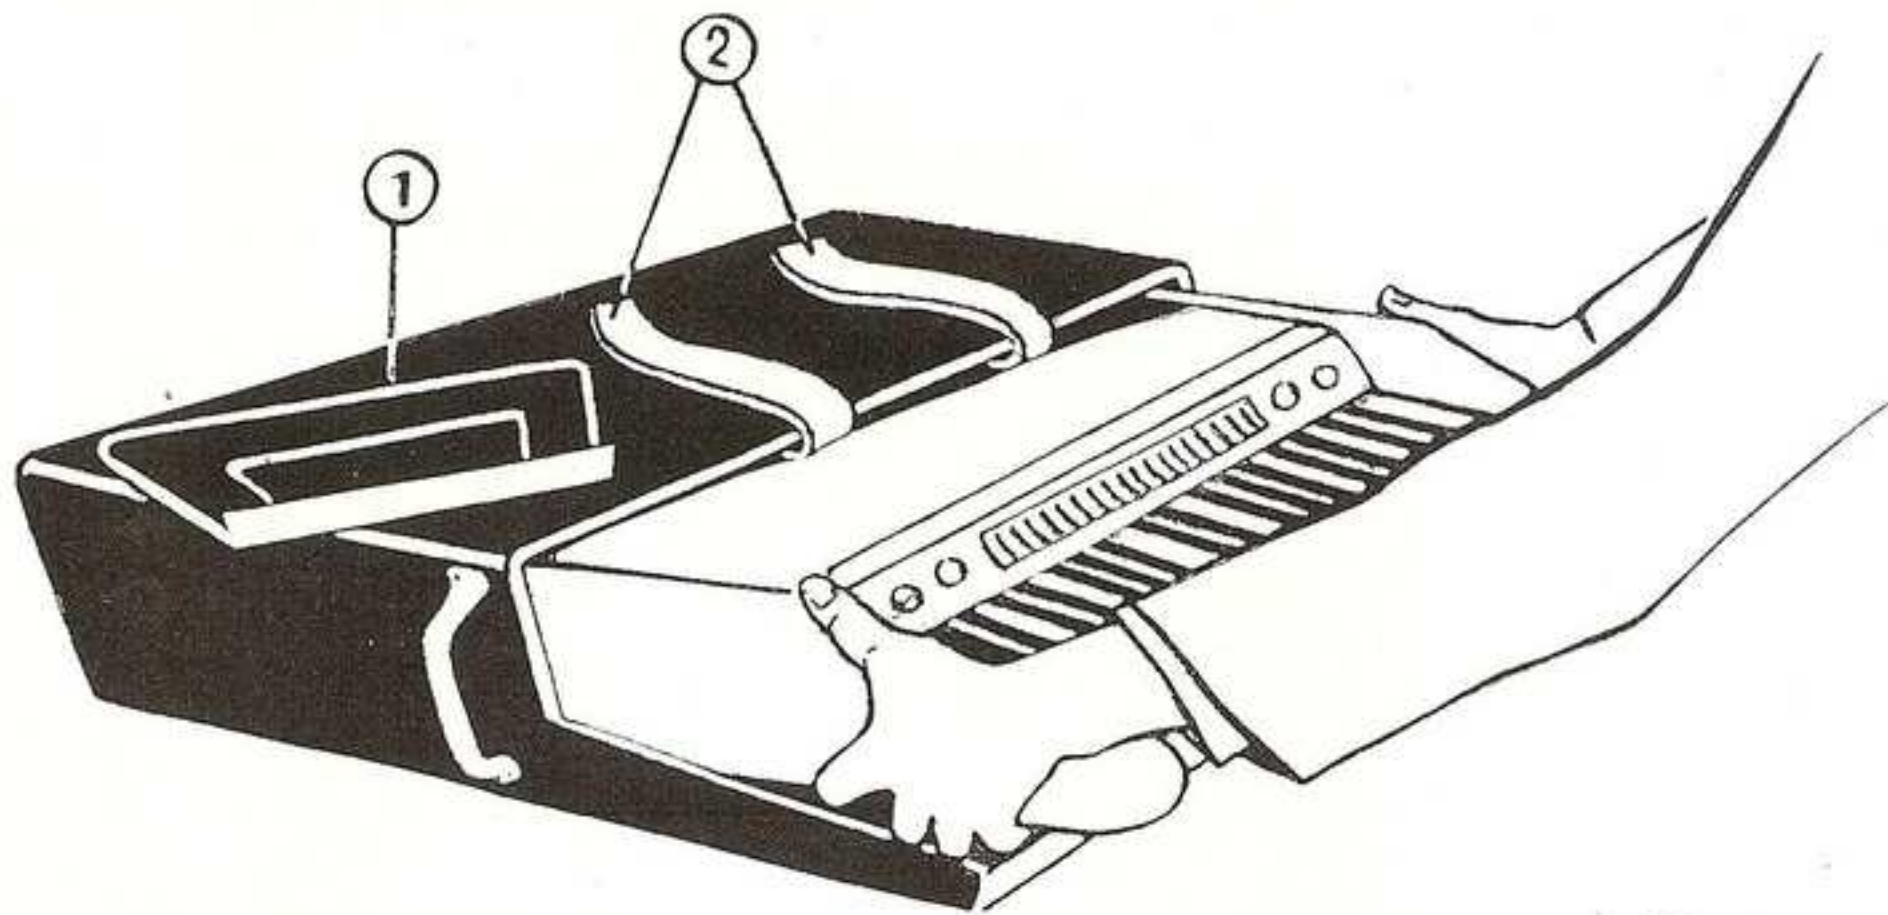

Abb. 1
Transportkoffer auf die Breitseite legen und den Deckel nach vorn abziehen. Notenpult herausnehmen (Abb. 1, (1)). Danach mit Hilfe der beiden Gurte (Abb. 1, (2)) das Instrument so weit nach vorn ziehen, bis es mit beiden Händen sicher an den Seitenschalen gefaßt und herausgenommen werden kann; Instrument dabei etwas anheben (Abb. 1).